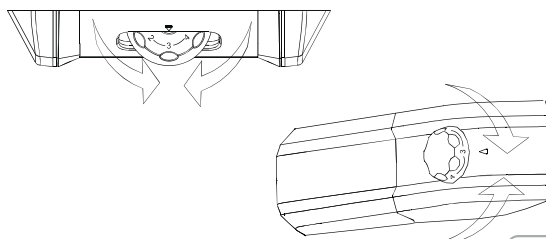

Fig.5
- El ajuste de la temperatura de los compartimentos se realiza girando la rueda del termostato (fig. 5).